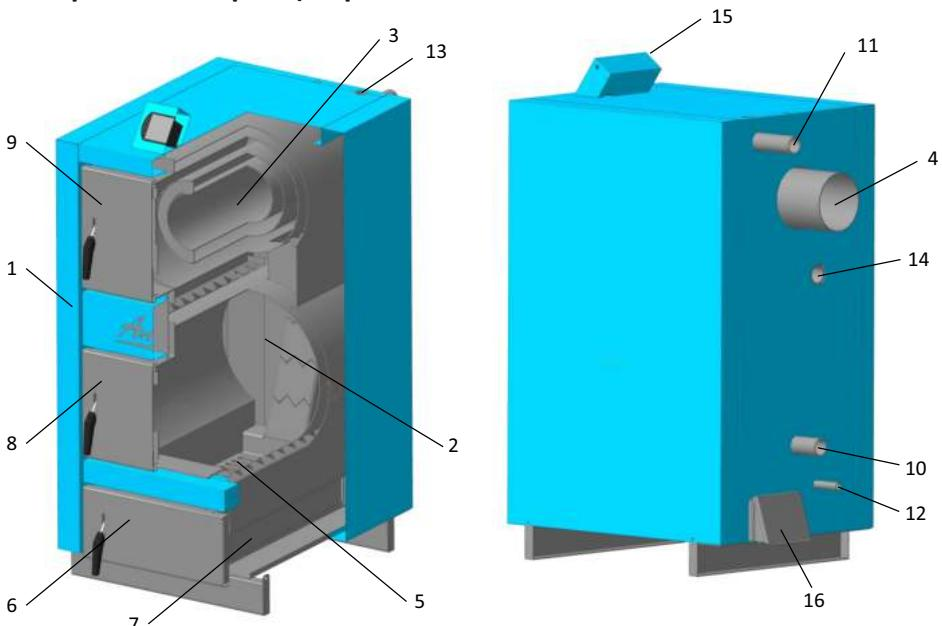

Рис. 1 Котёл «AMTEO» серия АМ
4.1. Котёл (рис. 1) состоит из: корпуса (1), топки (2), газохода (3), дымохода (4). В нижней части топки устанавливаются колосники (5), зольник (7). К передней стенке корпуса котла на оси присоединяются загрузочная дверца (8), дверца для обслуживания (9), дверца зольного ящика (6), патрубок обратного трубопровода (10), патрубок подающего трубопровода (11), патрубок для слива воды с котла (12), отверстие для установки тягорегулятора (13), отверстие для установки ТЭНа (14). На котлах серии АМ+ есть места для установки контроллера (15) и дутьевого вентилятора (16), на котлах серии АМ место для установки дутьевого вентилятора (16) является поддувалом, положение которого регулируется механическим тягорегулятором (доп.опция).